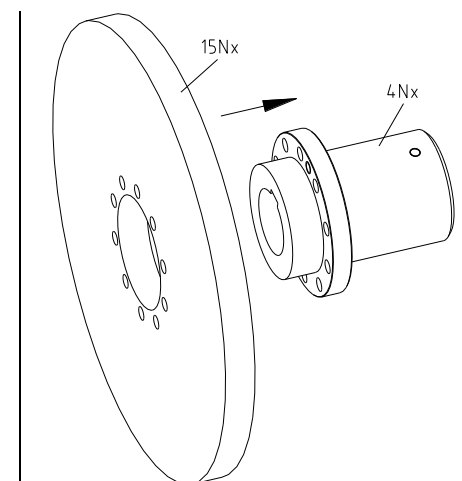

Figura 5
- Monte el disco de freno (elemento 15Nx) en el diámetro de centrado de la brida del acoplamiento (elemento 4Nx). (Ver figura 5).